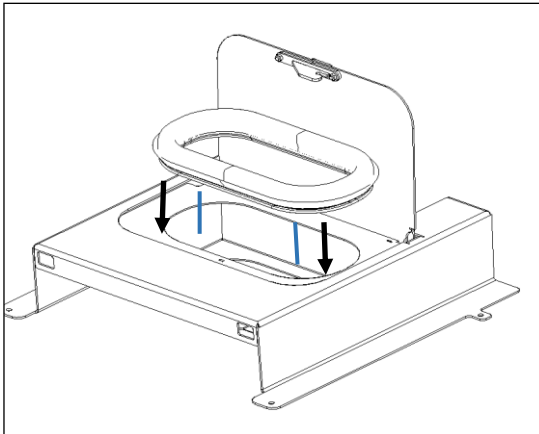

Figura 53 - Colocar la goma en la parte superior
d) Colocar la goma eliminada en el punto C en la cabeza superior acostada en el kit 1, como demuestra en la Figura 53.
f) Coloque la tapa en la parte superior del equipo y la estructura coincide con los orificios representados en la figura 53-B.